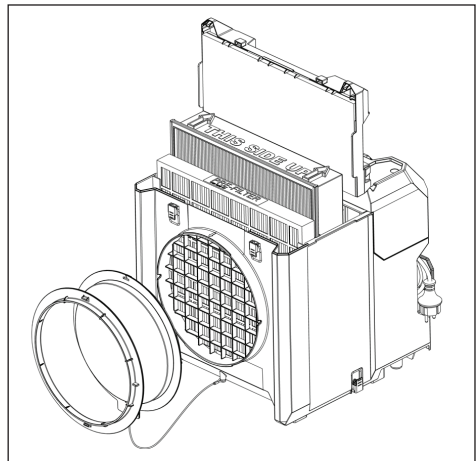

Fig. 5: Bytte ut filtrene
- ▶ Sett inn et nytt forfilter eller hovedfilter som vist i fig. 5.